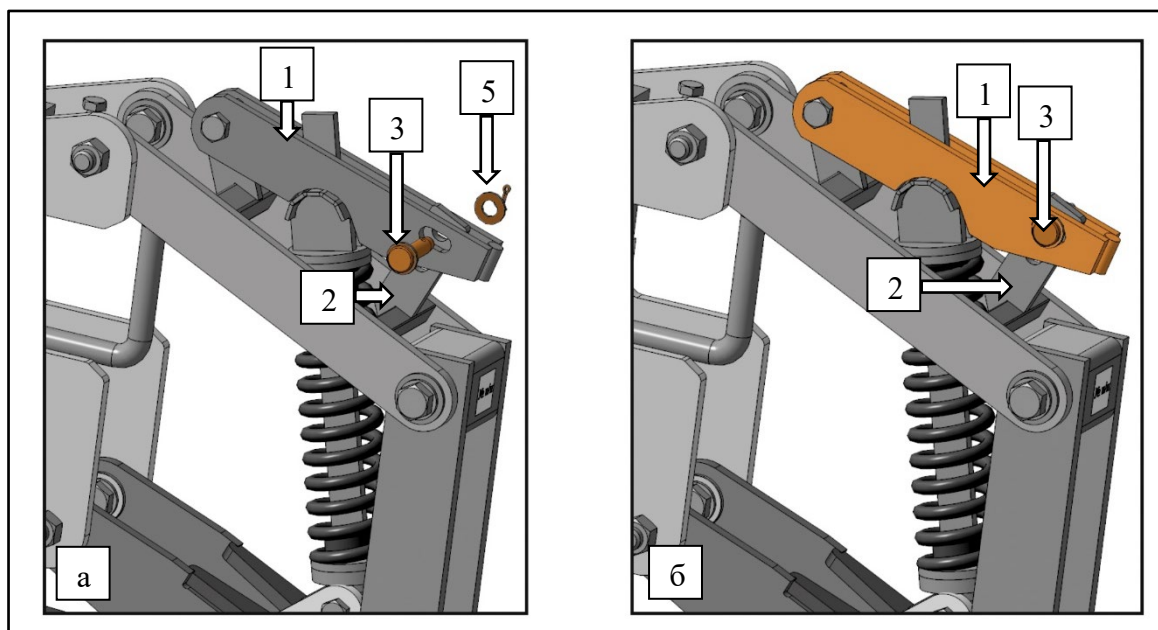

Рисунок 32 – Регулировка
1. Демонтировав шплинт и шайбу (5), извлечь фиксатор (3), рис. 32 а;
2. Совместить отверстие на тяге (1) с отверстием (отв. 1 или отв. 2) на рычаге (2);
3. Зафиксировать тягу (1), используя фиксатор (3), шайбу и шплинт (5), рис. 32 б.